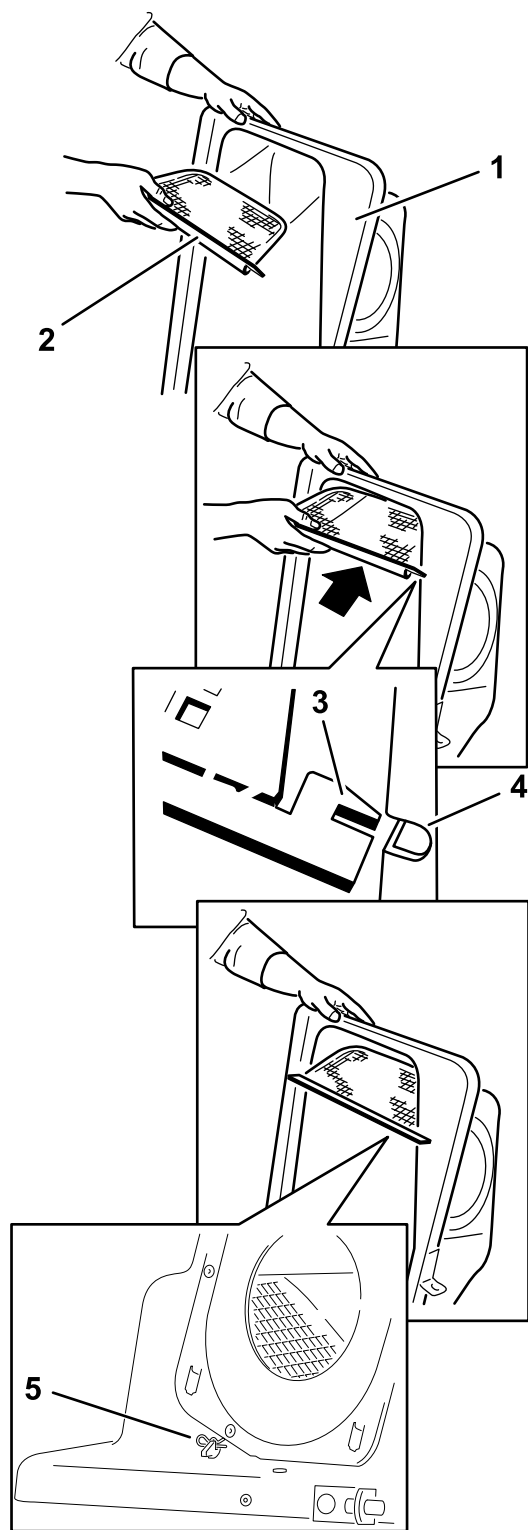

Figura 19
2. Postavite mrežicu kako je prikazano na Figura 19 i proverite da ima nagib naniže prema vrećama za sakupljanje trave.